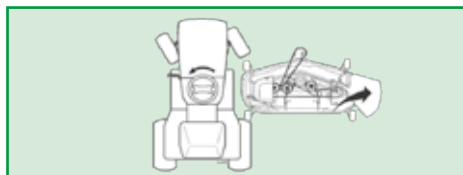

Figura 25
1. Posicione o cortador de grama do lado direito do trator e gire o volante totalmente para a esquerda para facilitar a montagem, conforme Figura 25;
2. Coloque um pedaço de madeira prendendo a lâmina, de maneira que ela não gire. Ver Figura 25;